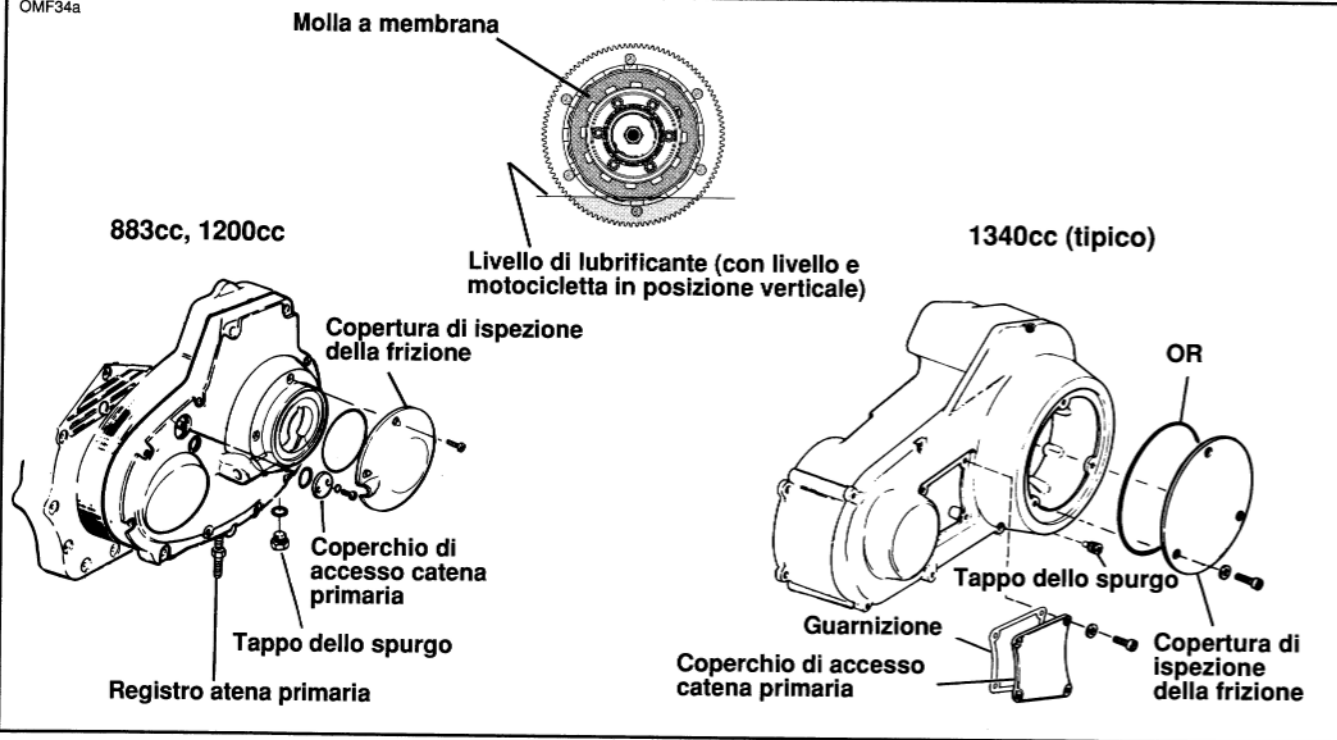

Figura 36. Carter della catena primaria
2. Vedere la figura 36. Togliere le viti e le rondelle che serrano il coperchio di accesso alla frizione.
Vedere la figura 36. Il tappo di spurgo si trova sotto la frizione, nella parte inferiore del carter della catena. Il foro di accesso si trova in prossimità della parte superiore del coperchio del carter. Per determinare il livello corretto di lubrificante negli scompartimenti della trasmissione e nel carter della catena, svolgere le procedure che seguono.